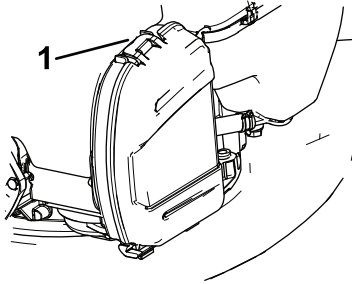

Figura 17
1. Tire de la pestaña para abrir la tapa del filtro de aire (Figura 17).